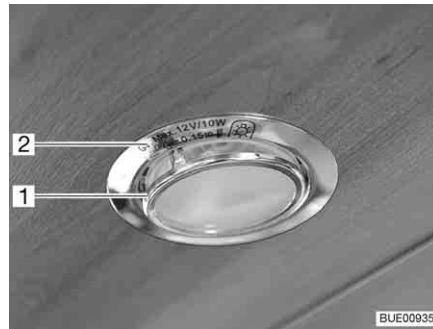

Bild 212 Halogeneinbauleuchte (flach)
Die Halogeneinbauleuchte (Bild 212,2) ist in der Blende versenkt eingebaut.
- Inneren Abdeckring mit Glasscheibe (Bild 212,1) mit einem geeigneten Werkzeug (z. B. einem Schraubendreher) aus dem Gehäuse heraushebeln.